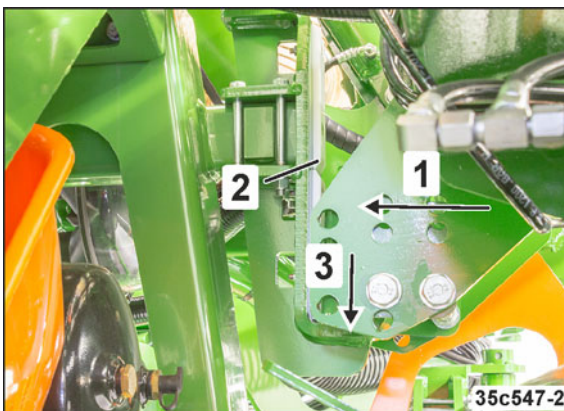

Fig. 234
- 7.1 Aktivér traktorstyreenheden *grøn*, indtil begge maskinens udliggere (Fig. 234/1) ligger mod transportlåseanordningens meder (Fig. 234/2).
- o udliggerarmene er sænket og fastlåses af låsehasperne (Fig. 234/3),
Låsehasperne (Fig. 234/3) udgør den mekaniske transportlås til maskinens udliggerarme.
Kontrollér, at låsehasperne sidder korrekt (Fig. 234/3).